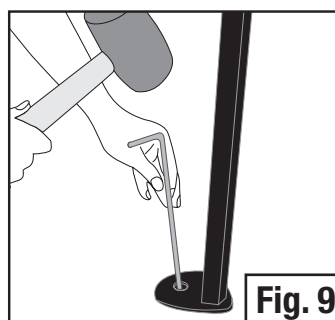

Fig. 9
- Fixez solidement l'abri en faisant passer les piquets dans les trous à la base de chaque poteau de l'armature. (Fig. 9)